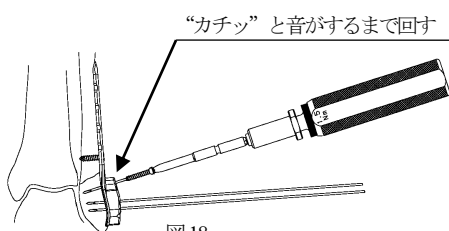

図 18
- 7) ヘクスローブ15中空パワービンドライバーの後端にトルクリミッター付きハンドル1.5を接続し、13 ガイドピンを介して、軸芯を傾けないよう選択した長さの3.0 ロッキングスクリュー (T) (中空) を挿入します。(図 18) プレートとスクリューのロックは、トルクリミッター付きハンドルを右回転させ、最後に“カチッ”と空転するところまで行います。挿入時、軸芯が傾いていたりすると、プレートとスクリューのロックが不完全な状態でトルクリミッターが働くことがあります。必ず、プレートとスクリューのロックが完全に行われたことを、数回用手的に締め付けることにより確認して下さい。